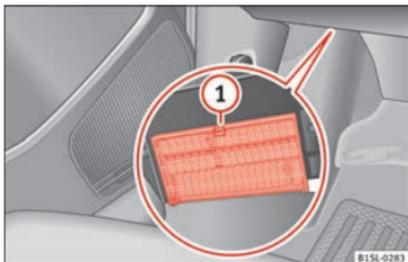

Abb. 143 Auf der Fahrerseite unter der Instrumententafel: Abdeckung des Sicherungskastens.
- **Öffnen:** Verriegelungshebel » Abb. 143 ① drücken, bis sich die Abdeckung öffnen lässt. Abdeckung nach unten aufklappen.
- **Schließen:** Abdeckung entgegen der Pfeilrichtung nach oben klappen, bis diese hörbar in den Verriegelungshebel ① einrastet.